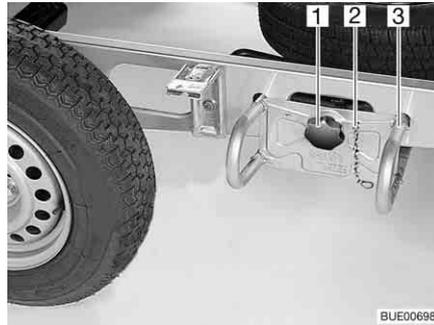

Fig. 234 Supporto per la ruota di scorta
- Sganciare la catena di sicurezza (Fig. 234,2).
- Svitare la manopola (Fig. 234,1) ed estrarla.
- Sfilare il supporto per la ruota di scorta (Fig. 234,3) di ca. 10 cm e riporlo a terra.